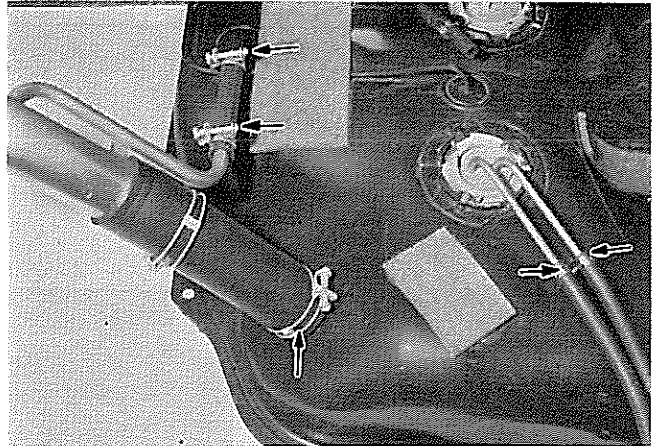
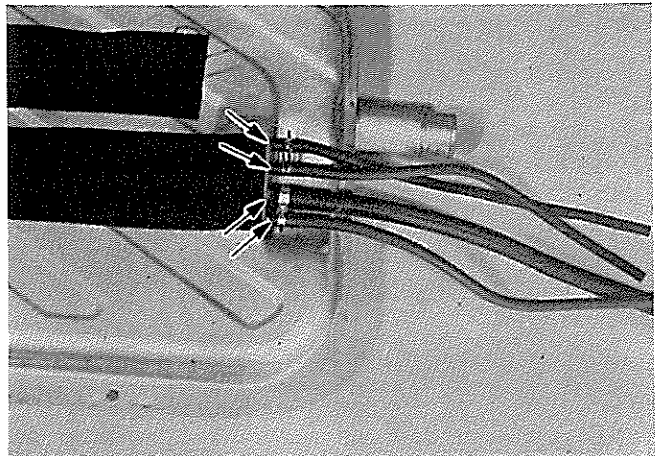

図15-1-19 取り付け (セダン, ハードトップ系)
図15-1-20 取り付け (バン, ワゴン系)
- (1) 図15-1-19, 図15-1-20の矢印で示した各クランプをあらかじめ組み付けておく。
- (2) フューエルタンクを車両に組み付け, 取りはずした各部品を組み付ける。
- (3) 取り付け後, 各部より漏れがないか点検する。